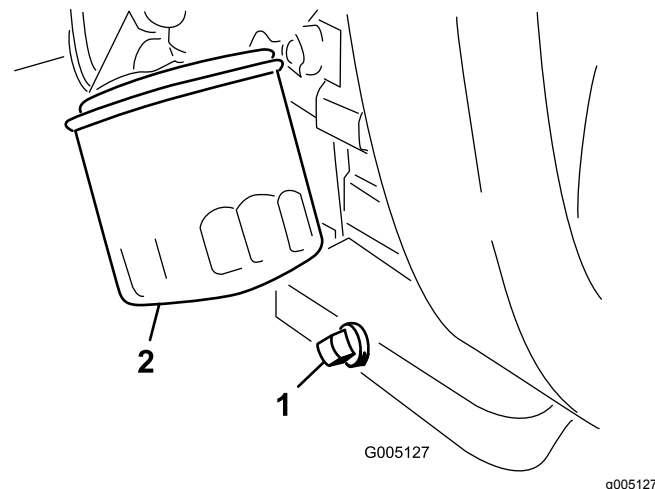

Figure 43
2. Nettoyez le filetage du bouchon de vidange, enduisez-le de produit d'étanchéité au PTFE et remettez le bouchon en place (Figure 43).
3. Déposez le filtre à huile (Figure 43).
1. Retirez le bouchon de vidange (Figure 43) et laissez couler l'huile dans un bac de vidange.